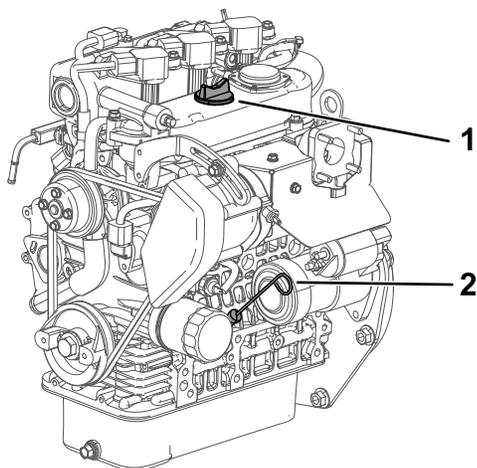

Figura 15
2. Retire a vareta e limpe-a com um pano limpo (Figura 15).
3. Coloque a vareta no tubo e verifique se está completamente introduzida (Figura 15).
4. Retire a vareta e verifique o nível de óleo (Figura 15).
5. Se o nível de óleo estiver baixo, retire o tampão de enchimento (Figura 15) e adicione óleo suficiente para elevar o nível de óleo até à marca Cheio existente na vareta.
6. Volte a introduzir a vareta no tubo (Figura 15).